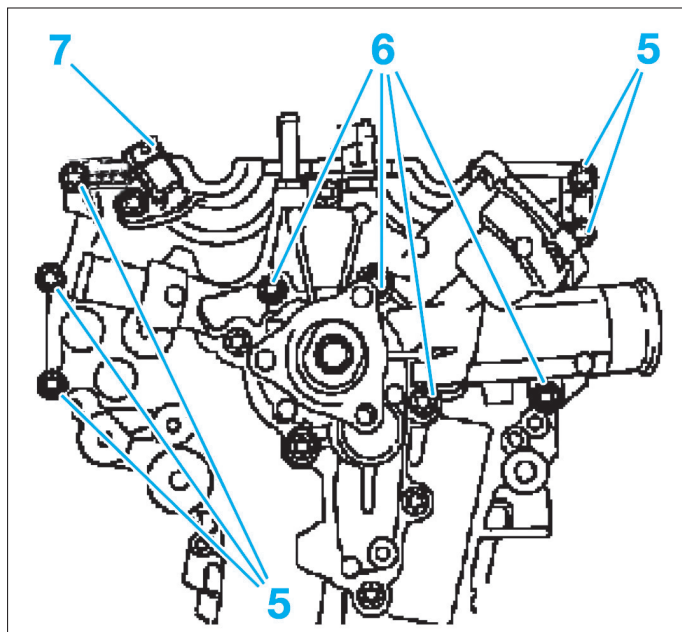

Fig. 36
- Déposer les vis de fixation supérieures (5) de carter de distribution et de pompe à eau (Fig.36).
- Reposer les vis de fixation supérieures (5) de carter de distribution et de pompe à eau (6) (Fig.36).